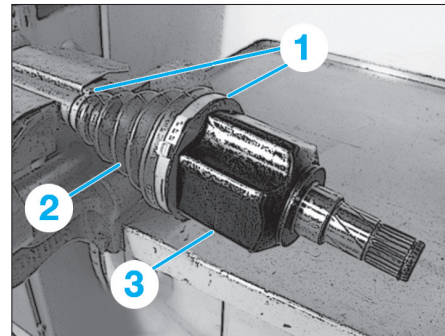

Fig. 13
- les colliers de fixation (1) du soufflet de transmission (2) (Fig.13),
- le bol de transmission (3),
- le soufflet de transmission (2) (Fig.13).
- le soufflet de transmission neuf (2),
- Reposer le bol de transmission (3) (Fig.13).